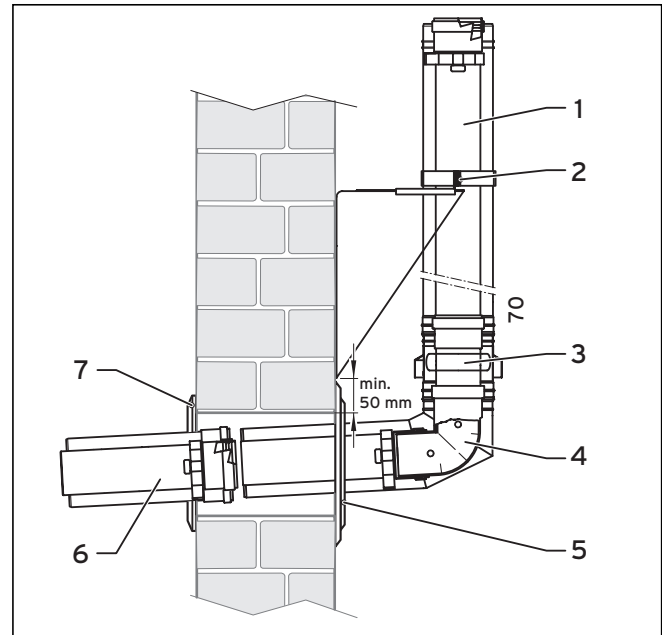
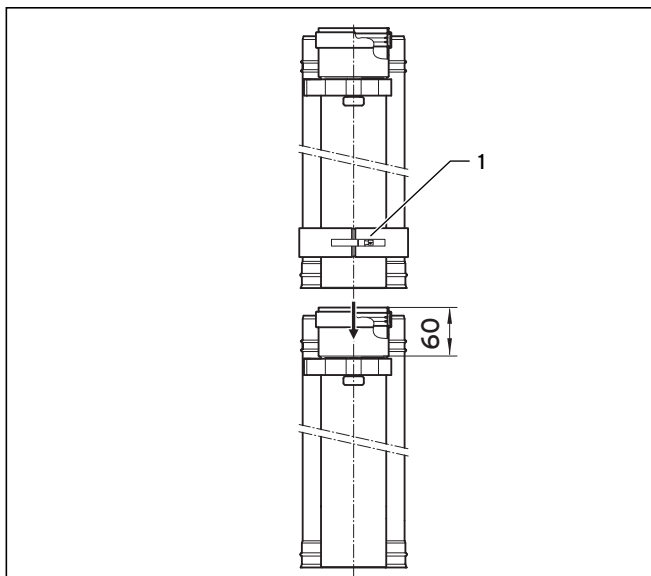
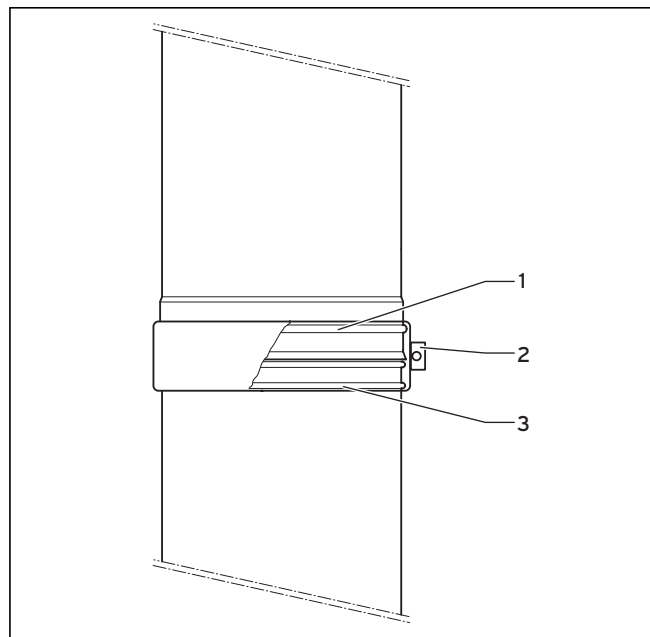

Abb. 4.48 Montage des Anschlusses für die Außenwandleitung
Abb. 4.49 Abgaskomponenten des Außenwandsystems zusammen stecken
Abb. 4.50 Außenwandelemente durch Luftschelle sichern
- Hängen Sie jeweils eine Luftschelle (1, Abb. 4.49) auf eine Außenwandverlängerung (1, Abb. 4.48) und das Luftansaugstück (3, Abb. 4.48).
- Stecken Sie das Luftansaugstück (3, Abb. 4.48) und den Wanddurchführungsbogen (4, Abb. 4.48) bis zum Anschlag zusammen, ebenso die Außenwandverlängerung (1, Abb. 4.48) und das Luftansaugstück (3, Abb. 4.48).
- Legen Sie die Luftschelle (1, Abb. 4.49) über die beiden äußeren Sicken (1, 3, Abb. 4.50) und ziehen Sie die Spannvorrichtung (2, Abb. 4.50) fest.
- Setzen Sie den Wanddurchführungsbogen (4, Abb. 4.48) mit Luftansaugstück und Verlängerung in den Wanddurchbruch ein.
- Legen Sie die Spannschelle der Wandkonsole (2, Abb. 4.48) um die Außenwandverlängerung und ziehen Sie die beiden Klemmschrauben fest.
- Kürzen falls erforderlich die weiße Verlängerung (6, Abb. 4.48) auf Länge.
- Setzen Sie die weiße Verlängerung (6, Abb. 4.48) von innen auf den Wanddurchführungsbogen (4, Abb. 4.48).
- Verschrauben Sie die Innenrosette (7, Abb. 4.48) von innen.
- Verschrauben Sie die Außenrosette (5, Abb. 4.48) von außen.